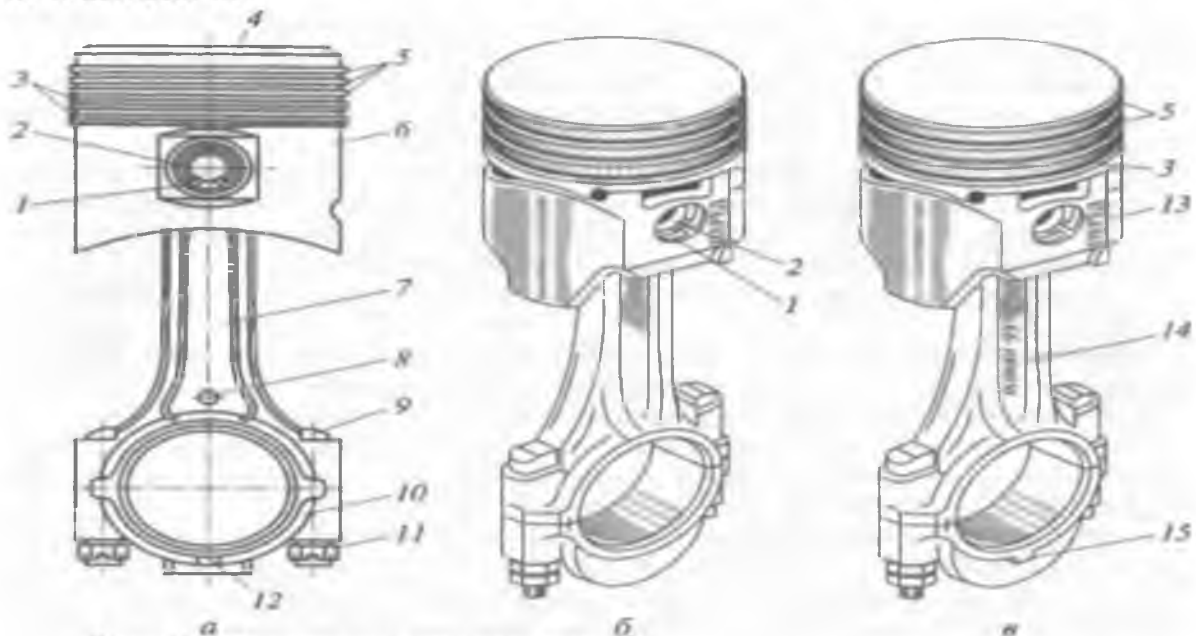

Рис. 1.1. Шатунно-поршневая группа:
Иллюстративный материал — рис. 1.1—1.4, учебные плакаты.
1. Изучить устройство КШМ и ГРМ двигателя ЗМЗ-53, использовать при изучении рис. 1.1.